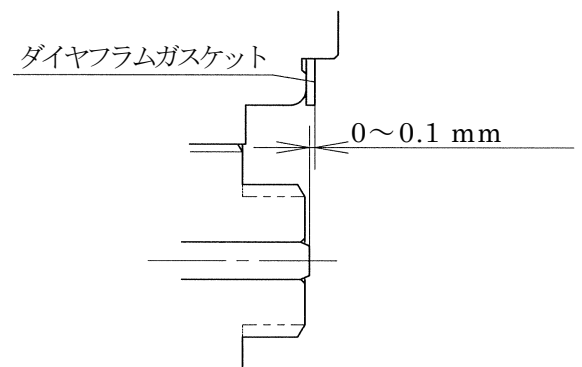

図 8 すきまの調整
- 6.6 パイロット弁体(13)、パイロット弁座(11)の交換は一对で行ってください。パイロット弁体(13)の先端がダイヤフラムガスケット(9)の上面から 0~0.1mm になるようにパイロット弁座ガスケット(12)の厚さと枚数を加減して調整してください(図 8 参照)。パイロット弁座ガスケット(12)は 0.1~0.5mm の 5 枚セットで用意してあります。なお、ダイヤフラムガスケット(9)が新品の場合は締めると 0.4mm つぶれますから注意してください。